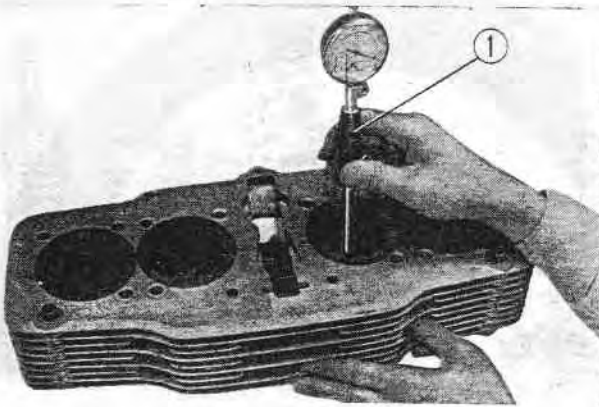

Fig. 3-59 ① Comparateur d'alésage
1. Mesure de l'alésage, de la conicité et de l'ovalisation du cylindre. (Fig. 3-59)